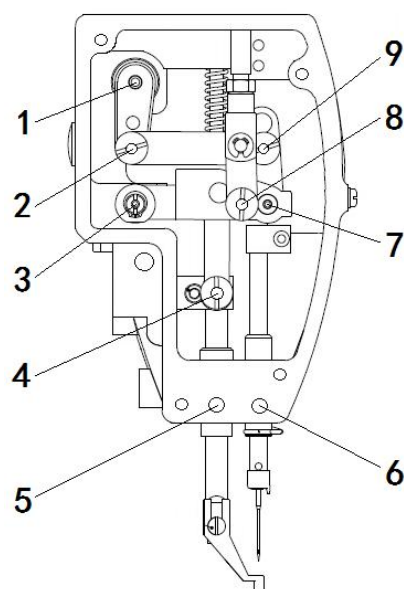

图 6-3 机头注油点示意图
(2)、拆下段螺钉和销轴油口的螺钉，用黄油枪或注射器往图 6-3 所示的油口注射黄油，注射完成后将螺钉拧回原位。同时在压紧杆、压紧杆接头、辅助压脚导杆、标记导杆上加注少量黄油，转动手轮让油脂均匀布满零件表面，同时反复将压脚、标记笔抬起压下，让其导杆均匀布满油脂。